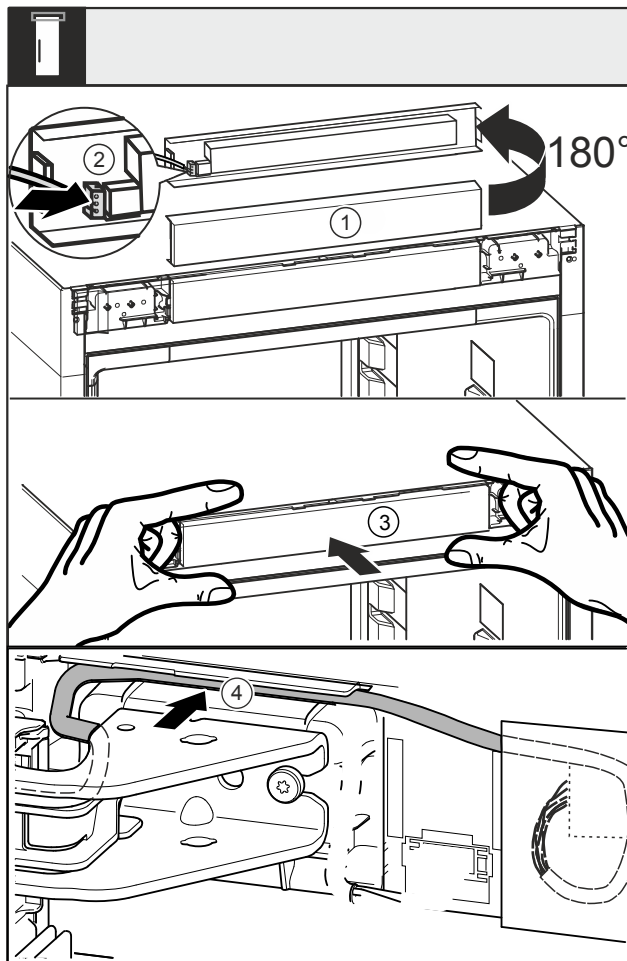

Fig. 46
- Otočte kryt Fig. 46 (1) o 180° nahor.
- Zaklapnite zástrčku Fig. 46 (2) na kryte obslužného dielu.
- Znova zaklapnite kryt Fig. 46 (3) na zariadení.
- Kábel opatrne položte do vedenia Fig. 46 (4) nad hornou ložiskovou konzolou.